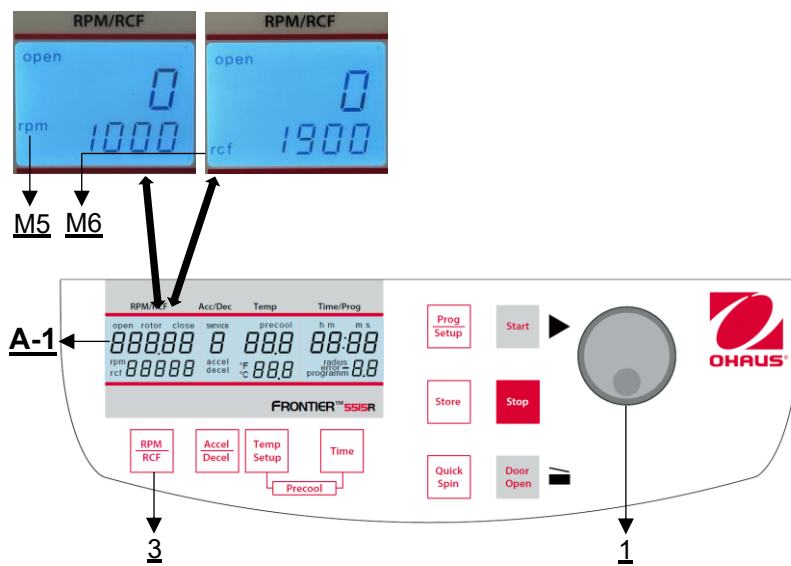

Abbildung 15
Die Vorwahl wird über die Taste **"RPM | RCF"** (3) aktiviert (siehe **Abbildung 15**). Durch einmaliges Drücken der Taste blinkt das Wort **"rpm"** (M5). Durch zweimaliges Drücken der Taste kann die Vorwahl der Fliehkräfte gewählt werden. Dann erscheint das blinkende Wort **"rcf"** (M6). Mit dem Drehknopf (1) können die gewünschten Werte eingestellt werden. Im Display (A-1) wird der eingestellte Wert permanent angezeigt, vor, während und nach dem Lauf.